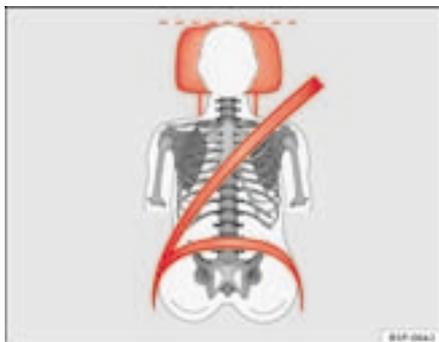
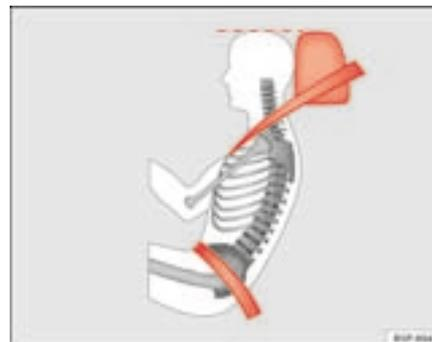

Fig. 87 Vista de frente: encostos de cabeça e cinto de segurança ajustados correctamente
Fig. 88 Vista de lado: encostos de cabeça e cinto de segurança ajustados correctamente
- Ajustar os encostos de cabeça de modo a que o rebordo superior do encosto fique alinhado com o alto da sua cabeça, no mínimo à altura dos olhos ⇒ fig. 87 e ⇒ fig. 88.